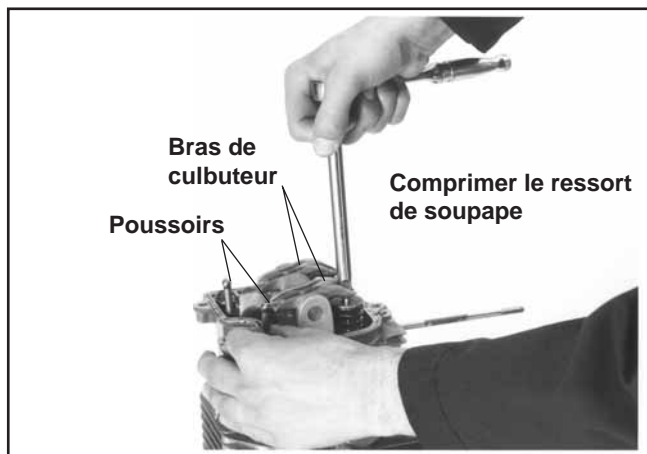

Figure 11-36. Installation des poussoirs sous les culbuteurs (culasses à pont culbuteur).
4. Culasses avec pont culbuteur - Figure 11-36.